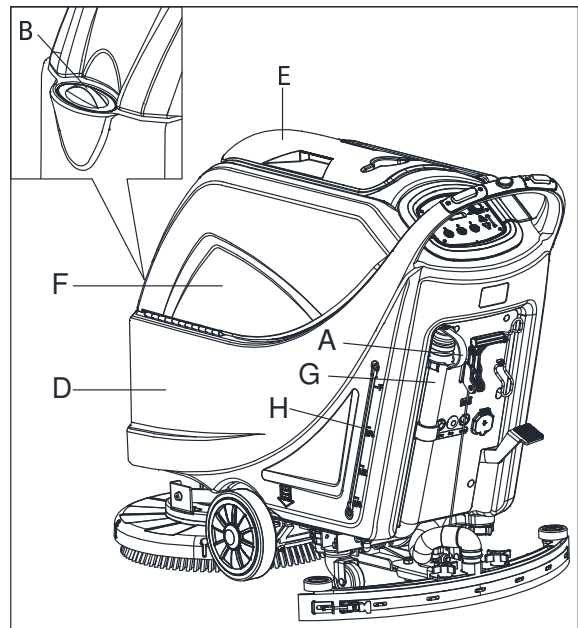

Figure 7
- Ouvrir le couvercle d'entrée d'eau (B, Figure 7).